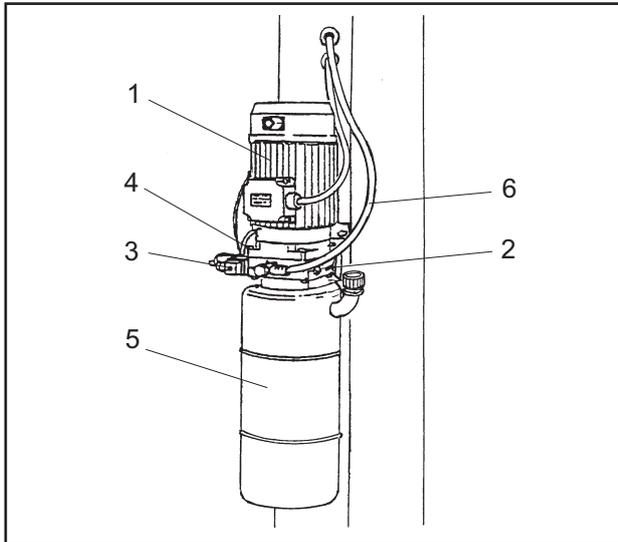

Fig.5 Centralina idraulica
- 2 cilindri idraulici (8), per il sollevamento dei carrelli, ancorati alle piastre di base delle colonne.
- 1 centralina idraulica (vedi fig.5), posta sulla colonna comando, per l' azionamento dei cilindri.
### CENTRALINA IDRAULICA (Fig.5)
- 2 hydraulic cylinders (8), to lift the carriages anchored to the post basis pads.
- 1 hydraulic unit (see. fig. 5), on the command side, to set the cylinders run.
### HYDRAULIC POWER UNIT (Fig.5)